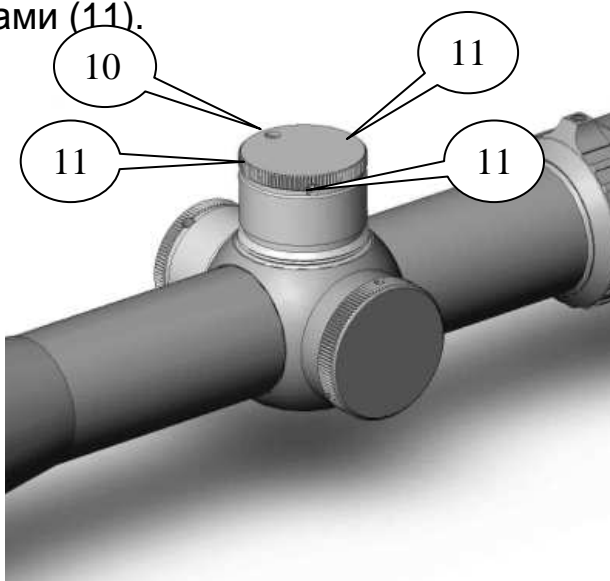

Рис. 4
- 12) пристреленное положение маховичков (5) необходимо зафиксировать («выставить 0»). Для этого шестигранным ключом (S2) ослабьте три утопленных фиксирующих винта (11) маховичков (рис. 4). Поверните без щелчков маховички, до совпадения отметки «0» с насечкой на корпусе прибора. Тем же ключом зафиксируйте положение маховичков тремя фиксирующими винтами (11).